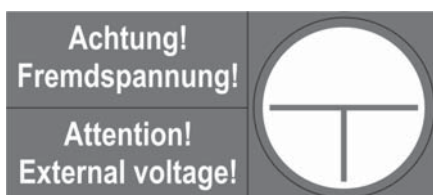

Bild 2
- Bei Arbeiten an der Notleuchte ist erst das Netz (Ladephase und L') abzuschalten und dann der Batteriekreis zu unterbrechen. Bild 2 zeigt das Hinweisschild auf der Notleuchte.